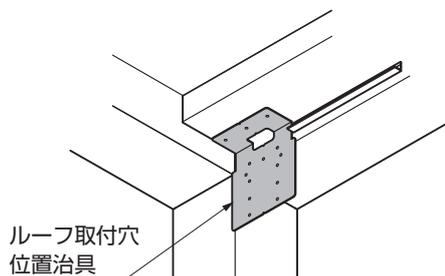

図12-60
- 以降の施工手順については「P.58 ⑦」からの手順を参照して下さい。
- 端部受け材は縦樋がつく側の端部から80mmの範囲は取付けしないでください。(図12-60参照)